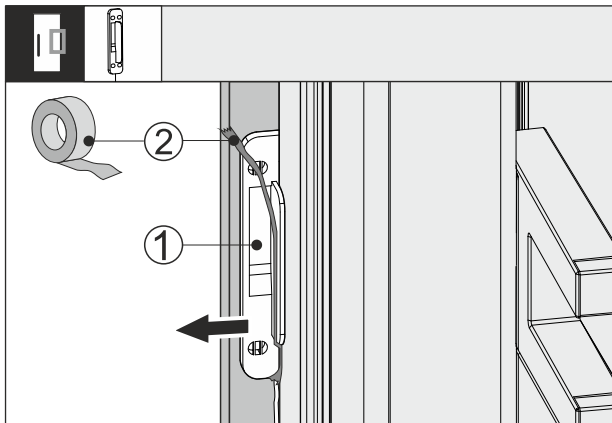

Fig. 65
- Lironi shiritin ngjitës Fig. 65 (2) në sensorin e trokitjes Fig. 65 (1).